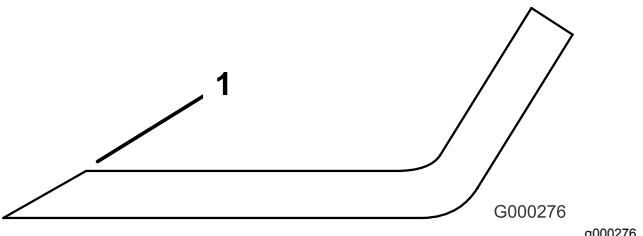

Figura 114
3. Controllate i taglienti di tutte le lame, e affilatevi se fossero ottusi o scheggiati. Affilate soltanto la parte superiore del tagliente e mantenete l'angolo di taglio originale per garantire l'affilatezza (Figura 114). La lama rimane bilanciata soltanto se viene rimossa una quantità uguale di metallo da entrambi i taglienti.